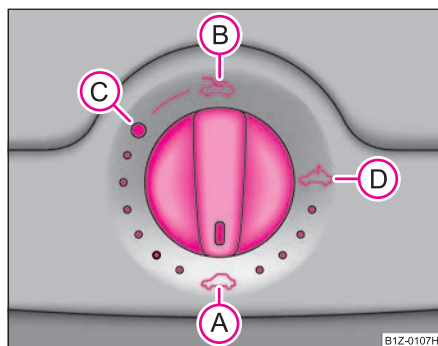

Fig. 38 Comutator rotativ pentru trapa/plafonul glisant electric
Trapa/plafonul glisant se poate deschide și închide când contactul este pus, de la comutatorul rotativ ⇒ fig. 38. Comutatorul rotativ are mai multe poziții.
- Rotiți comutatorul în poziția C ⇒ fig. 38.
- Rotiți comutatorul în poziția **(A)** ⇒ pagina 59, fig. 38.
Plafonul glisant este prevăzut cu protecție la suprasolicitare. Când închiderea este blocată de un obstacol (de ex. gheața), trapa se oprește și se deschide complet. Puteți închide trapa fără activarea protecției la suprasolicitare apăsând comutatorul în poziția **(A)** ⇒ pagina 59, fig. 38 în față, până când trapa se închide complet ⇒ **⚠**.
După fiecare acționare de urgență (cu manivela) trapa trebuie adusă în poziția de bază. De aceea trebuie să amplasați comutatorul în poziția ① ⇒ pagina 59, fig. 38 și să îl apăsați cca. 10 secunde. ■